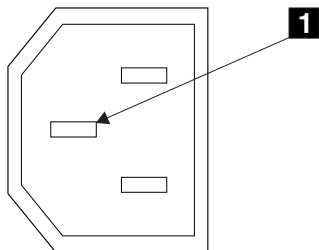

図2. アース・ピン
6. SAN ボリューム・コントローラー 2145-8F4 のフレームと各電源コネクターのアース・ピンの導通を検査する。アース・ピンは、図2 では **1** と示されています。